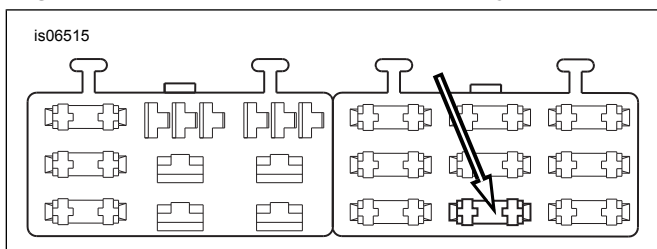

Figure 8. Cavité du bloc fusibles « OPEN » (libre) (Dyna 2004 et plus récents)
4. Voir Figure 8. Repérer la cavité de fusible (1) marquée « OPEN » (ouverte) sur le couvercle du bloc fusibles dans le bloc fusibles de droite. Insérer la borne sur le fil adaptateur orange/blanc jusqu'au fond. Examiner une autre borne installée à l'usine pour effectuer une comparaison et s'assurer de l'orientation et la profondeur correctes.